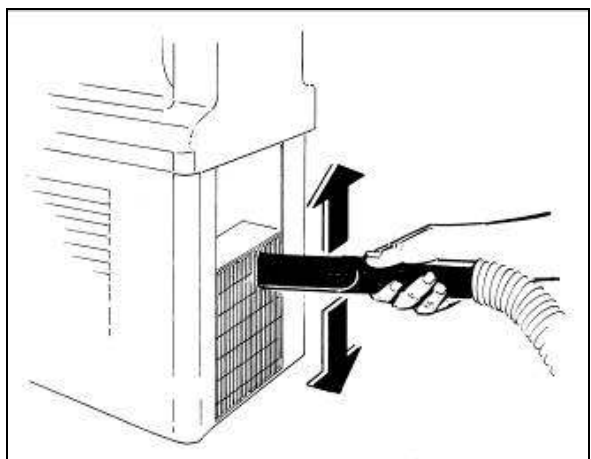

Fig. 30
- Con un aspirador quite el polvo que se ha infiltrado entre las láminas del condensador (fig.30).